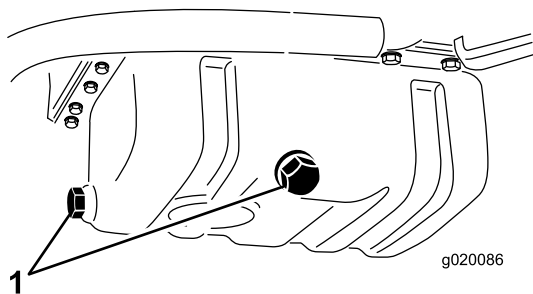

Figura 56
2. Togliete un tappo di spurgo (Figura 56) e lasciate defluire l'olio in una bacinella. Quando l'olio cessa di defluire, montate il tappo di spurgo.